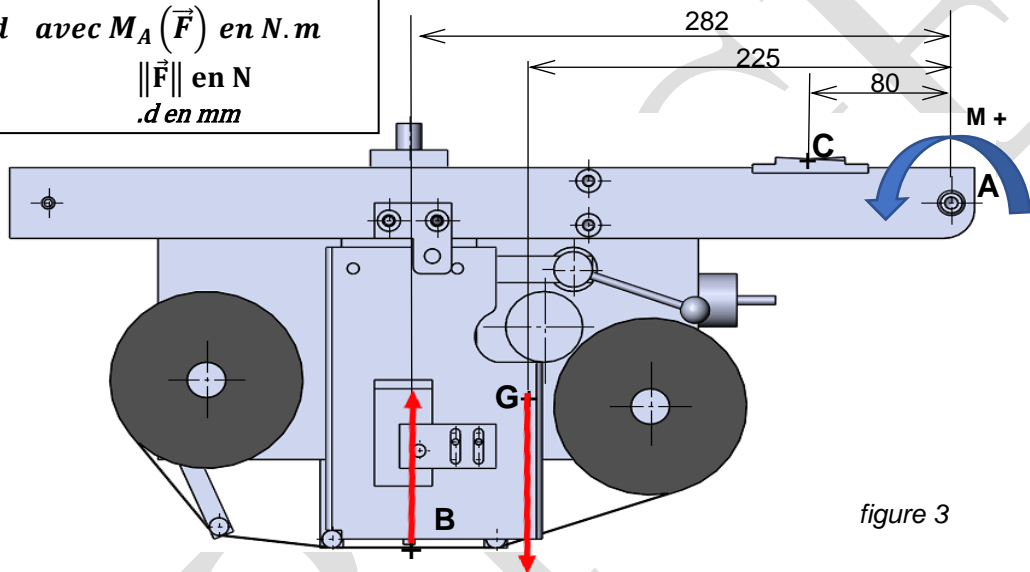

figure 3
a) **Placer** (sans echelle) les efforts connus (\vec{B} et \vec{P}) sur la figure 3 ci-dessous :